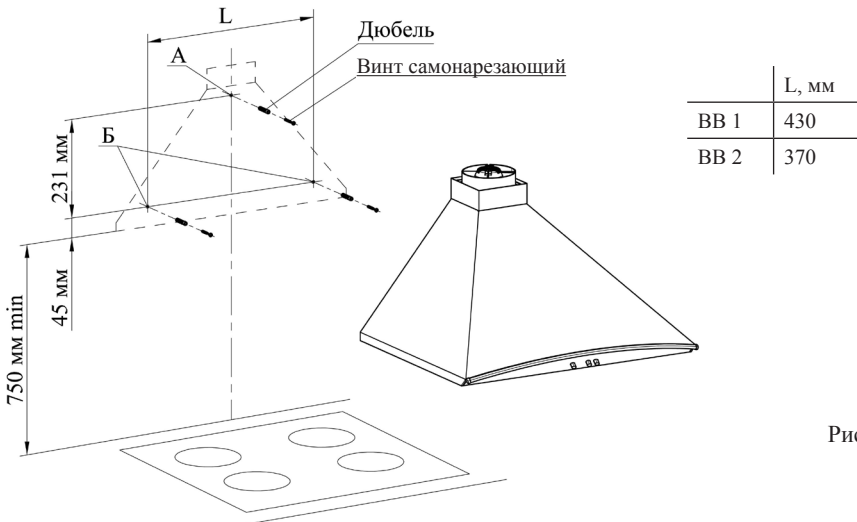

Рис. 2
ВНИМАНИЕ! МИНИМАЛЬНОЕ РАССТОЯНИЕ МЕЖДУ ПЛОСКОСТЬЮ УСТАНОВКИ ПОСУДЫ НА ПЛИТУ (НАГРЕВАТЕЛЬНОЙ ПОВЕРХНОСТЬЮ) И ВОЗДУХООЧИСТИТЕЛЕМ ДОЛЖНО БЫТЬ 75 см. ВОЗДУХООЧИСТИТЕЛЬ КРЕПИТЬ НА РОВНУЮ ПОВЕРХНОСТЬ (рис. 2).
- 6.3 С учетом установочной высоты и центральной линии разметьте на стене отверстия (А и Б) (рис. 2).
- 6.4 Просверлите отверстия (А и Б) диаметром 8 мм на глубину 50 мм (рис. 2).
- 6.5 В отверстия вставьте дюбели согласно рис. 2 и по отверстию А заверните не до упора винт самонарезающий, на который навесьте воздухоочиститель со снятой крышкой.